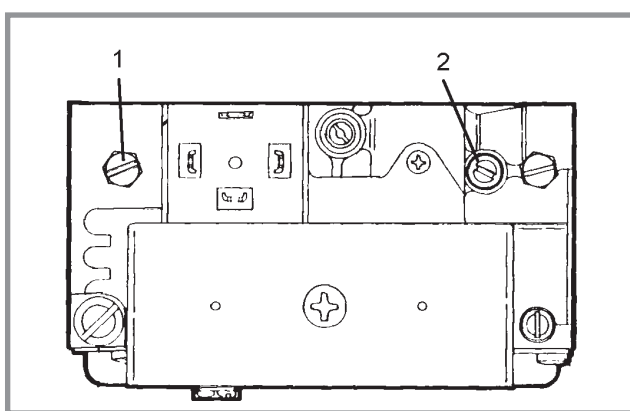

Figure 17 - Vanne gaz
- Si nécessaire, régler la progressivité d'allumage en agissant sur la vis de la vanne gaz (rep. 2, fig. 17).